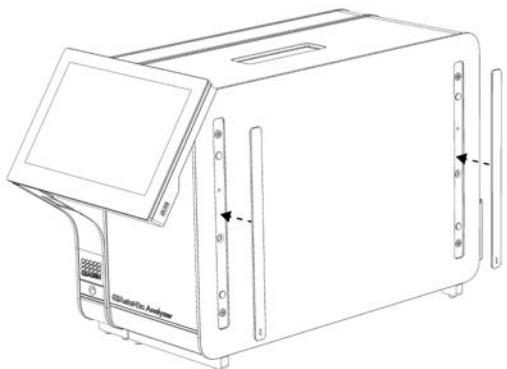

Figura 7. Reataşarea capacelor de protecţie.
4. Ataşaţi la loc capacele de protecţie pe partea laterală a modulului analitic (Figura 7).